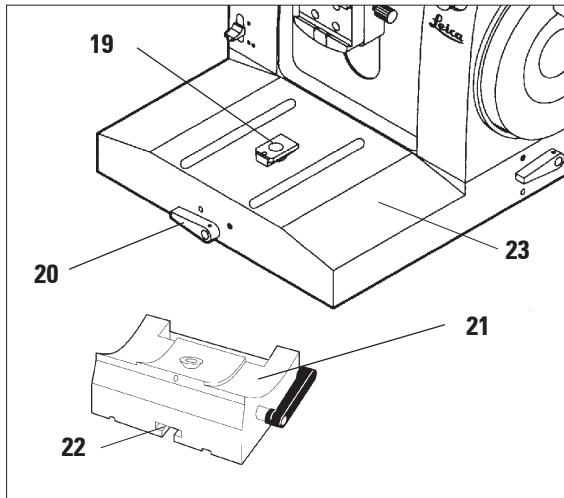

Fig. 10
- Retroceder el brazo porta-muestras completamente girando la manivela de avance macro (31) (ver capítulo 5.5).
- Aflojar la palanca (20, Fig. 10) en la parte frontal de la placa base del microtomo y desplazar la base porta-cuchillas junto con el porta-cuchillas hasta que se encuentre justamente delante de la muestra.
Ver Fig. 10, p.17 o bien Fig. 26, p..28.